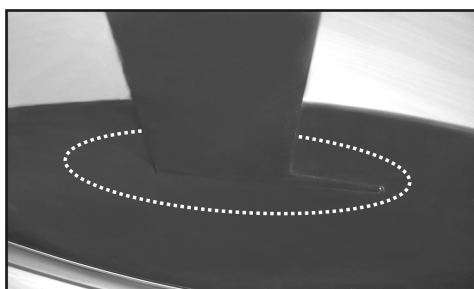

Figure 2b
- Montez la quille avec le lest par le bas sur la coque du bateau comme illustré sur la figure 2b.
Pour étancher la coque du bateau, vous devez étancher la zone de la coque dans laquelle la quille est insérée à l'aide d'une masse d'étanchéité en silicone (figure 2b, ligne pointillée).